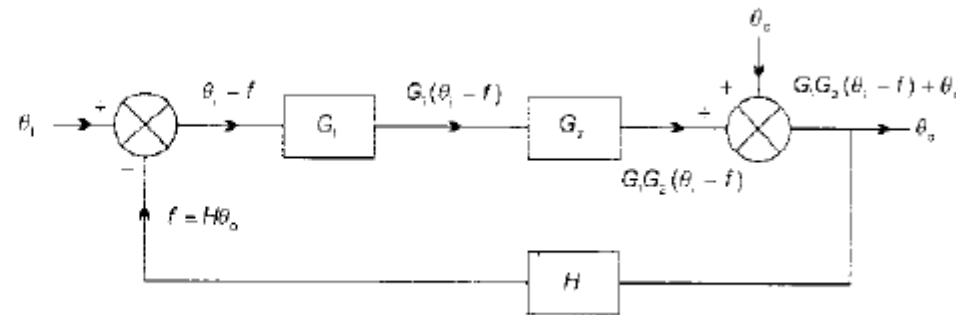

Figura 1.34 Sistema de control en lazo cerrado con una perturbación
- Con un sistema en lazo cerrado, por ejemplo, un sistema de calefacción central doméstico si el valor fijado en el termostato no se modifica y alguien abre la ventana y permite que el aire frío entre a la habitación, el sistema de control sujeto a tal perturbación se puede representar mediante un diagrama de bloques de la forma que muestra la figura 1.34.